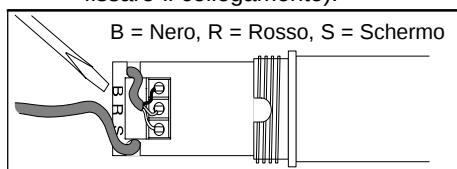

FIGURA 2
1. Staccare il cavo dal preamplificatore, svitando la relativa la capsula, quindi allentando la vite di ritegno della scheda a circuiti stampati ed infine rilasciando tutti e tre i conduttori dalla basetta dei connettori mediante un cacciavite a testa piatta (vedi figura 2)
6. Dopo avere sistemato il cavo nel foro di uscita inferiore della superficie di montaggio, ricollegarlo (Figura 2) ai connettori a vite nel preamplificatore (usare il pressacavo di gomma in dotazione per fissare il collegamento).